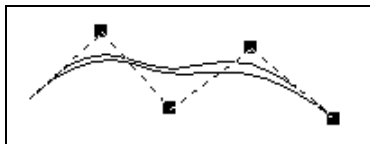

Рис. 5.13. Режим редактирования кривой NURBS
- ◆ на Панели свойств нажмите кнопку **Редактировать точки**. Система перейдет в режим редактирования узловых точек. В этом случае опорные точки превратятся в черные квадратики (узлы). Обратите внимание на пунктирные линии, связывающие узлы, — они могут помочь вам при редактировании (рис. 5.13);